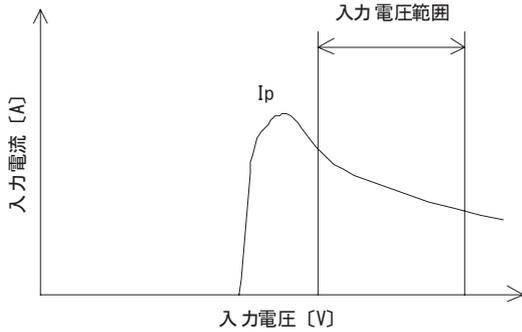

図2.2 入力電流特性
■入力電源にはDC-DCコンバータ立上げ時の電流Ip（図2.2）を考慮した、充分余裕のある電源を設定してください。